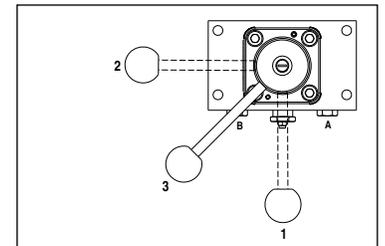

图 7
(见图 7)
4. 将控制阀柄旋转至中间（“3”）位置（关于阀位置，请参阅图 7）。